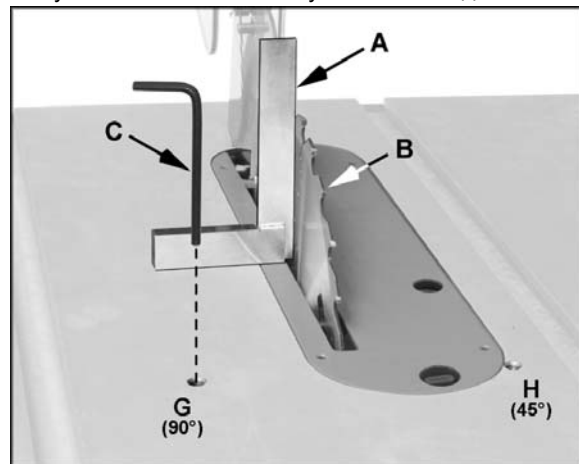

Рис. 23
4. Поместите поверочный угольник (А, рис. 23) на стол и приложите, чтобы видеть, что пильный диск (В, рис. 23) под углом 90° к столу. Удостоверьтесь, что угольник не касается зуба пильного диска.
5. Точность 90° регулируют винтом (поворот против часовой стрелки) один или два поворота 4-миллиметровым шестигранным ключом (С, рис. 23).
ПРИМЕЧАНИЕ: Если установка точности 90° все же безуспешна, возможно, потребуется регулировка торцевого винта (J, рисунок 23а), расположенного на ходовом винте наклона. Получить доступ к торцевому винту можно, сняв пластмассовую крышку из отверстия с левой стороны корпуса.
Рис. 23а